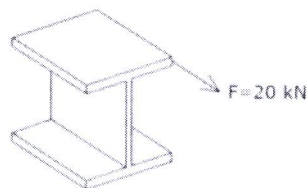

Figura 3
- Resolver el problema para las fuerzas dadas en la *Figura 3*.